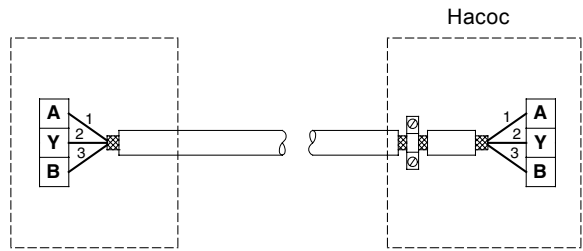

Рис. 13 Подключение 3-жильного экранированного кабеля
- Если устройство не имеет такого-же кабельного разъема, экранирующую оплетку оставляют не подсоединенной с этой стороны, как это показано на рис. 13.